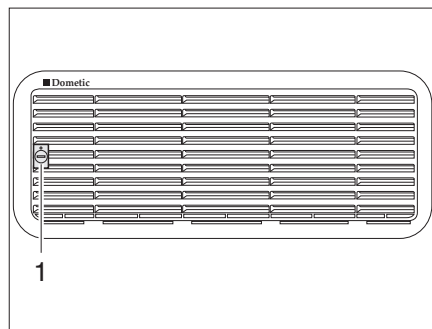
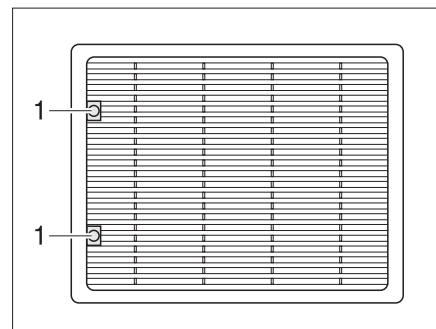

Fig. 314 Rejilla de ventilación del frigorífico (Dometic pequeño)
Fig. 315 Rejilla de ventilación del frigorífico (Dometic grande)
- Girar el tornillo (Fig. 314,1 ó Fig. 315,1) un cuarto de vuelta con la ayuda de una moneda.